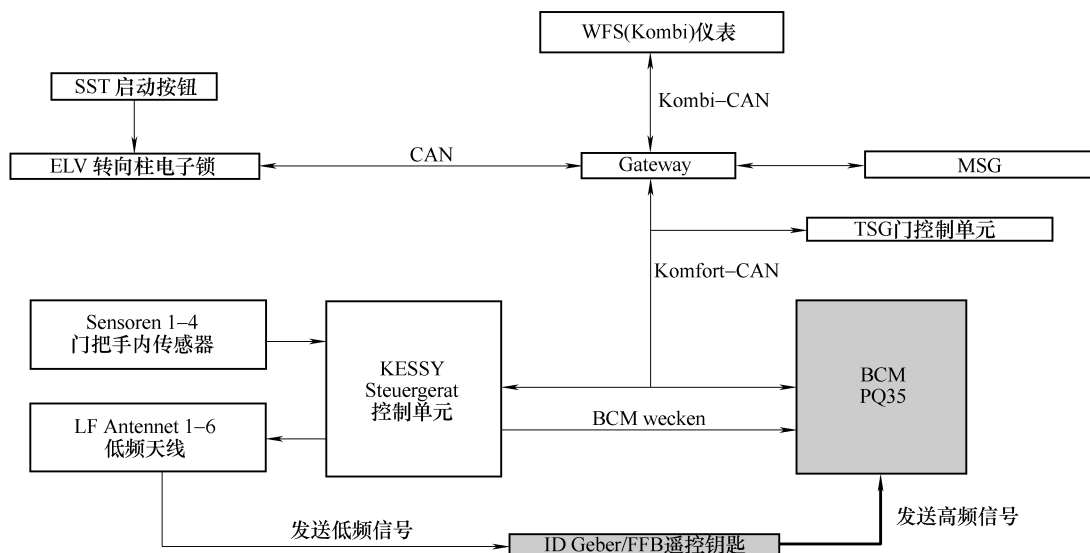

图 5-4-21 高频信号控制
③ 钥匙被低频信号激活后，发送高频信号给 BCM，如图 5-4-21 所示。